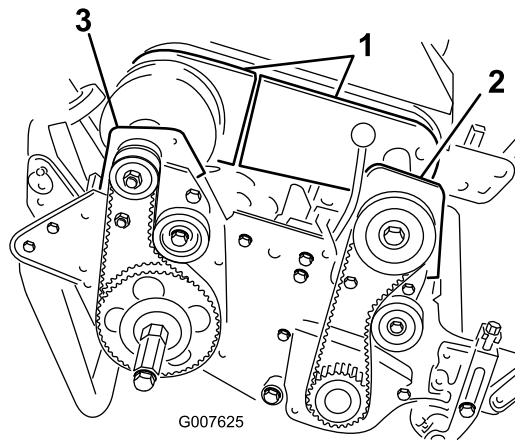

图48
- 拧下将差速器罩的前后部分固定到差速器壳体的螺栓，将差速器罩滑开，露出皮带（图48）。
- 卸下将前离合器壳体固定到侧板上的2个螺栓和2个锁紧螺母（图48）。
- 卸下将右后轴承座固定到侧板上的2个螺栓和锁紧螺母（图48）。